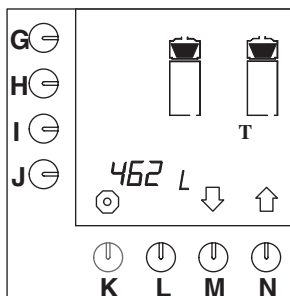

Fig. 28 Compteur totalisateur du système de filtration
- Le compteur des totaux s'affiche sur l'écran de contrôle. Le nombre total de litres de café qui ont été produits depuis la mise en service de la machine est visualisé sur l'écran de contrôle (fig. 28) .